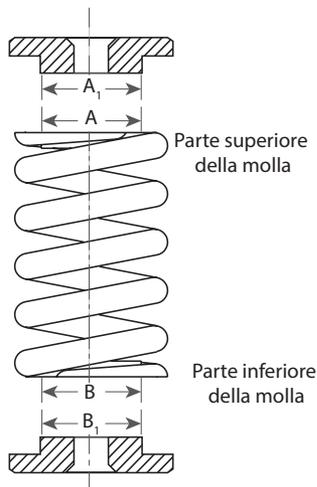

Figura 37: Tolleranza consentita per le molle
- Il gioco massima tra A e A_1 e tra B e B_1 (vedere Figura 37) è superiore a:
- 0.031" (0.79 mm) per molle con diametro interno (DI) inferiore a 4" (100 mm).